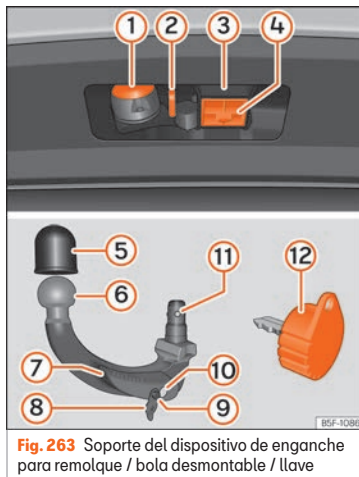

Fig. 263 Soporte del dispositivo de enganche para remolque / bola desmontable / llave
Legenda de la » » » **fig. 263**
- Extraiga el tapón de alojamiento del gancho (4) » fig. 263 hacia abajo.